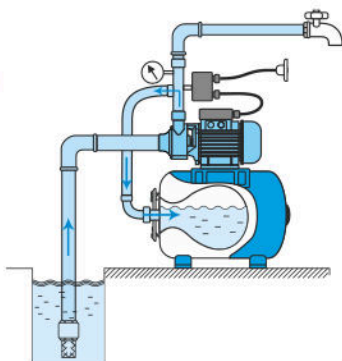

Рис.7 После успешного запуска можно перекрыть воду на выходе из напорной магистрали.
2. Вращением гайки(4) одновременно регулируется давление пуска (нижняя настройка) и давление отключения (верхняя настройка). Вращение по часовой стрелке одновременно увеличивает обе настройки, вращение против часовой стрелки – уменьшает.
3. Вращением гайки(5) регулируется разность между нижней и верхней настройкой. При этом нижняя настройка не меняется, а меняется значение верхней настройки. Вращение по часовой стрелке увеличивает значение верхней настройки; против часовой стрелки – уменьшает.
4. Значения настроенных давлений контролируются по манометру при закрытии и открытии вентиля 5 в напорной магистрали (рис.7).